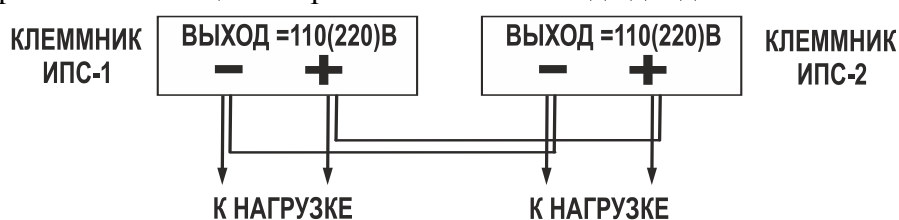

Рис.3
**5.10.** ИПС допускают включение на параллельную работу (см. рис.3). При этом будет обеспечиваться селективная дистанционная сигнализация ИПС, т.к. выходы ИПС соединены через диоды, а реле сигнализации исправности включены до диодов.